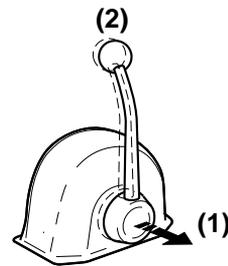

Figure 18
Lorsque vous tirez sur la manette (**Figure 18, (1)**), la vitesse du moteur peut être contrôlée sans embrayage. L'embrayage demeure à la position NEUTRAL, sans charge. Tournez le bouton (**Figure 18, (2)**) dans le sens contraire des aiguilles d'une montre pour déplacer la manette ou dans le sens des aiguilles d'une montre pour la verrouiller.